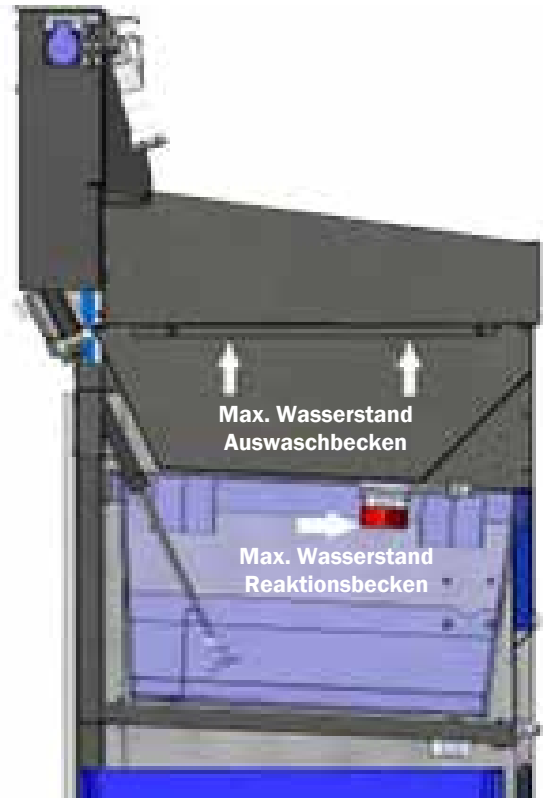

Abb. 4
- Reinigen der Walzen im Walzen-Vorwaschbecken (9) Abb. 4
Bevor das Waschwasser im weiteren Betrieb aufbereitet werden kann, ist das Auswaschbecken bis zum maximalen Wasserstand zu befüllen, Abb. 4.